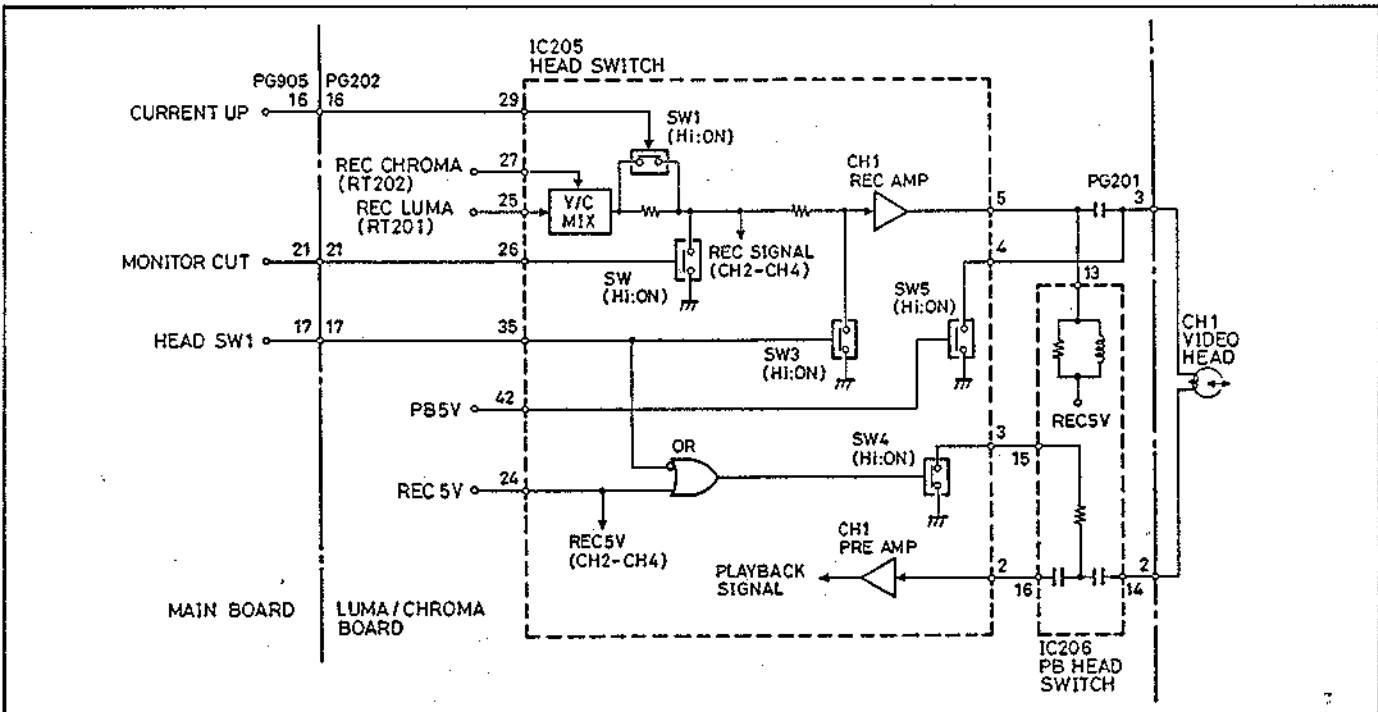

Abb. 5-2 Kopfwechsel-Schaltkreis
## 2. Kopfwechsel-Schaltkreis (Abb. 5-2 bis 5-5)
2-1 Betriebsvorgänge während des Aufnahmemodus (Abb. 5-2 bis 5-4)
Der Kopfwechsel-IC (IC205: HEAD SWITCH) umfaßt die Schaltkreise für vier Kanäle. Abb. 5-2 zeigt den Kanal CH1.
(1) Luminanzsignal/Chromasignal-Mischstufe (Y/C MIX: Abb. 5-2 und 5-3)
(2) Kopfwechsel-Schaltkreis (Abb. 5-2 und 5-4)
## 2-2 Betriebsvorgänge während des Wiedergabemodus (Abb. 5-2 bis 5-5)
### (1) Kopfwechsel-Schaltkreis (Abb. 5-2, 5-4 und 5-5)